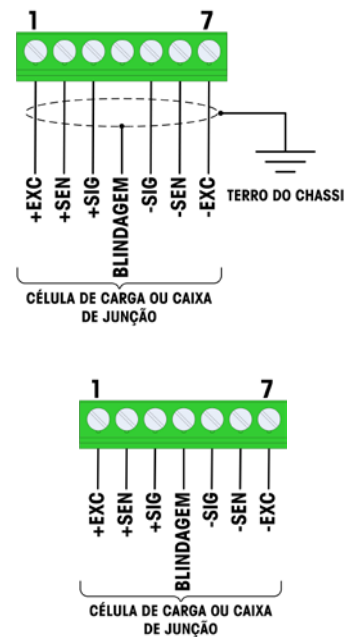

Figura 2-19: Terminação da célula de carga, terra do chassi (topo) e pino terra (base)
A Tabela 2-4 e a Figura 2-19 mostram as definições de terminais para o cabo flat de terminais da célula de carga analógica. Observe que ao usar as células de carga de quatro fios, os jumpers devem ser colocados entre os terminais +Excitação e +Sensor –Excitação e –Sensor.
3. Conecte os fios da célula de carga ao conector na placa-mãe. Consulte o código de cores dos fios da célula de carga sendo conectados e a Figura 2-19.
5. A ferrite fornecida com o terminal é colocada sobre a extremidade final do cabo e os fios conectados ao conector de célula de carga. Consulte o código de cores dos fios da célula de carga sendo conectados e a Figura 2-19.
2. Coloque a ferrite sobre a extremidade do cabo da célula de carga e conecte os fios da célula de carga ao conector na placa-mãe. Consulte o código de cores dos fios da célula de carga sendo conectados e a Figura 2-19.
7. Conecte os fios da célula de carga ao conector na placa-mãe. Consulte o código de cores dos fios da célula de carga sendo conectada, e a Figura 2-19.